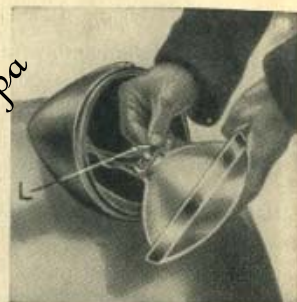

Fig. 33. - Ricambio della lampadina.
Per sostituire la lampadina dei fanali, basta smontare la cornice del proiettore svitando la vite (V_1). Svolgere dal morsetto porta-lampada, che si trova esternamente alla parabola, la lampadina (L) bruciata introducendovi quindi una nuova (vedi fig. 33). Rimontare la cornice del proiettore.